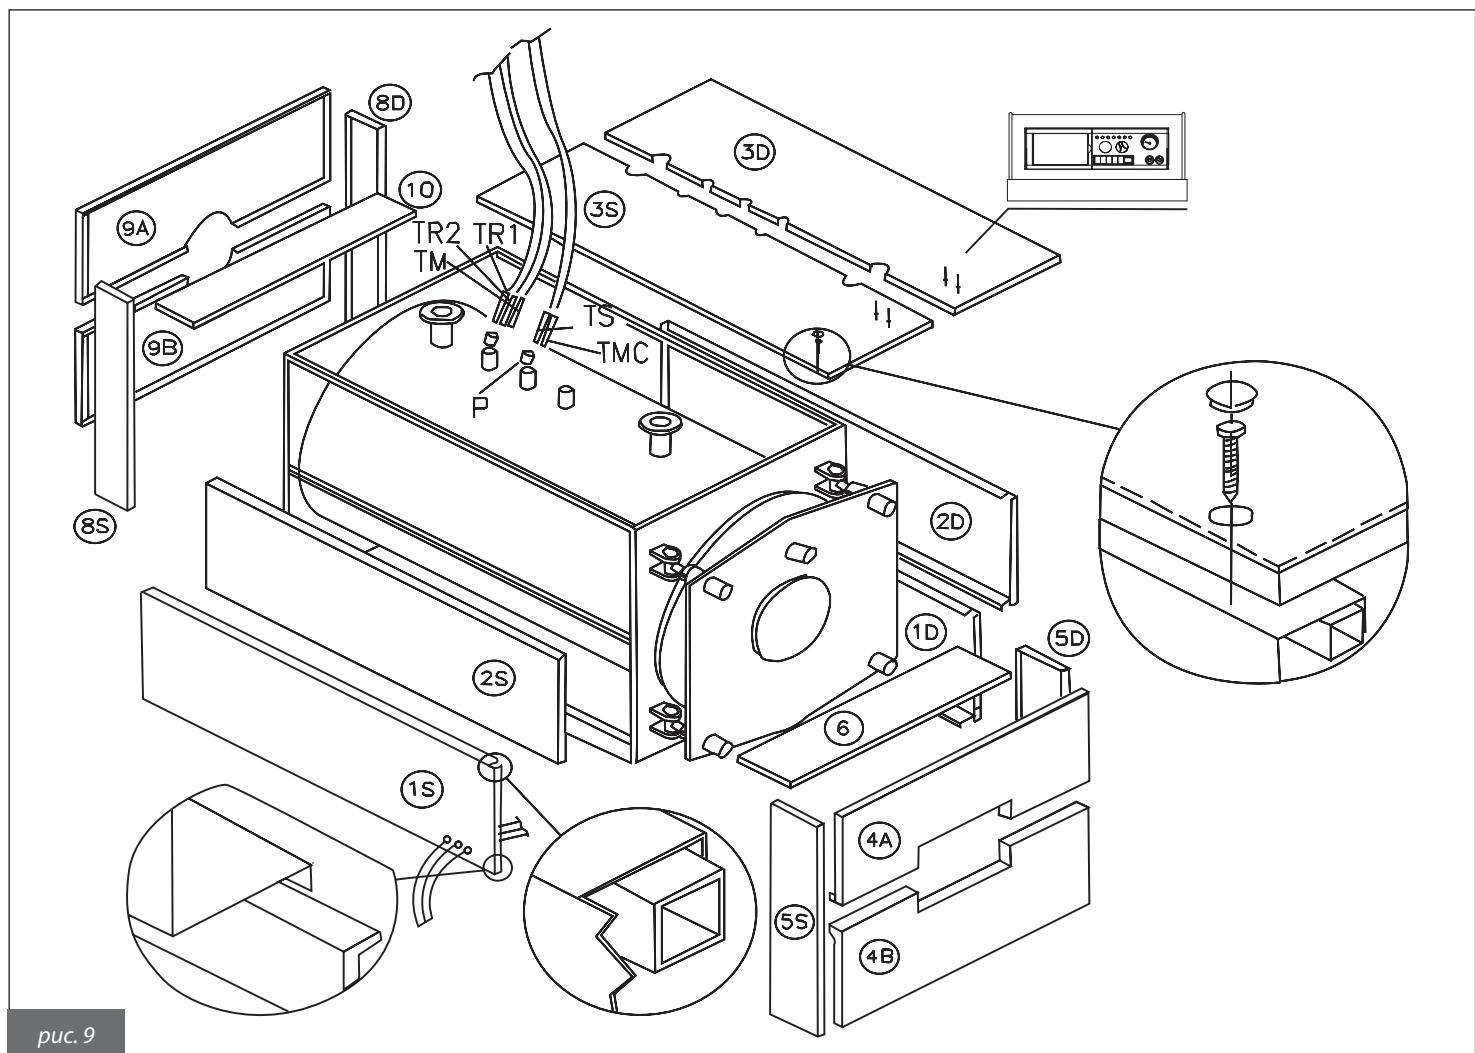

рис. 9
4.2. Облицовка котла для мод. 500÷1300 (рис. 9)
- Установить верхнюю панель (3S) на котле и закрепить на ней пульт управления. Размотать капилляры термостатов и термометра и установить держатели в соответствующие колодцы (P).
- Установить панели (5S) (5D), закрепляя на боковых панелях с помощью соответствующих скоб, после чего установить передние панели (4B) и (4A), закрепляя их на панелях (5S) и (5D). Закрыть обшивку дверцы верхней панелью (6), закрепив ее винтами и закрыв проходные отверстия заглушками (см. рис. 9).
- Установить панели (8S) и (8D), закрепляя их на боковых панелях с помощью соответствующих скоб, после чего установить передние панели (9B) и (9A), закрепляя их на панелях (8S) и (8D). Закрыть обшивку дымохода с помощью верхней панели (10), закрепив ее винтами и закрыв проходные отверстия заглушками.